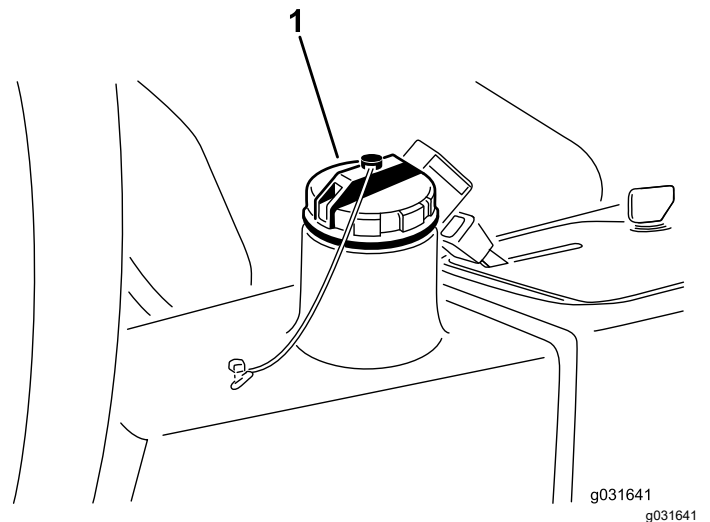

**Figure 65**
2. Débranchez la conduite hydraulique ou enlevez le filtre hydraulique et laissez couler l'huile dans un bac de vidange (Figure 67 et Figure 65).
3. Rebranchez la conduite hydraulique quand la vidange est terminée (Figure 65).